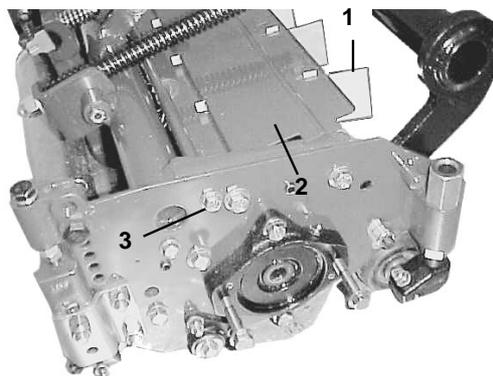

Bild 3
2. Haken Sie zum Einstellen der Lenkbleche (Bild 3) die vordere Befestigungsnase aus und verlegen diese in den Geradeaus- oder Abwinkelschlitz.